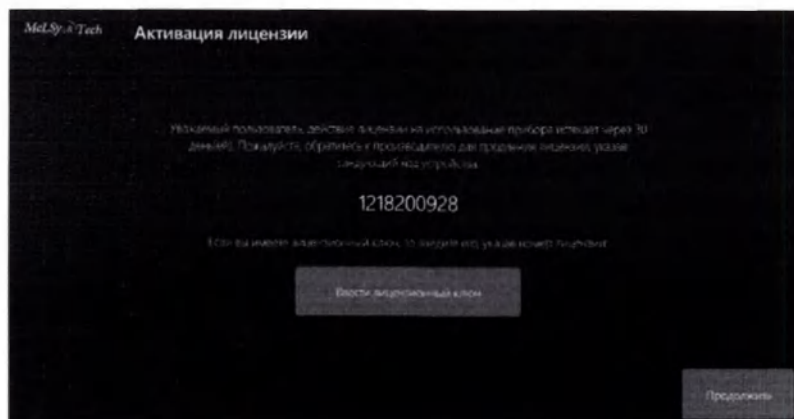

Рис.9.6 – Окно при активной лицензии
9.2.1. Если при включении прибора на экране появляется окно вида как на рис. 9.6 и кнопка «Продолжить» активна (подсвечена цветом, и пользователь может на нее нажать), то это означает, что лицензия на приборе активна, и вводить лицензионный ключ нет необходимости.